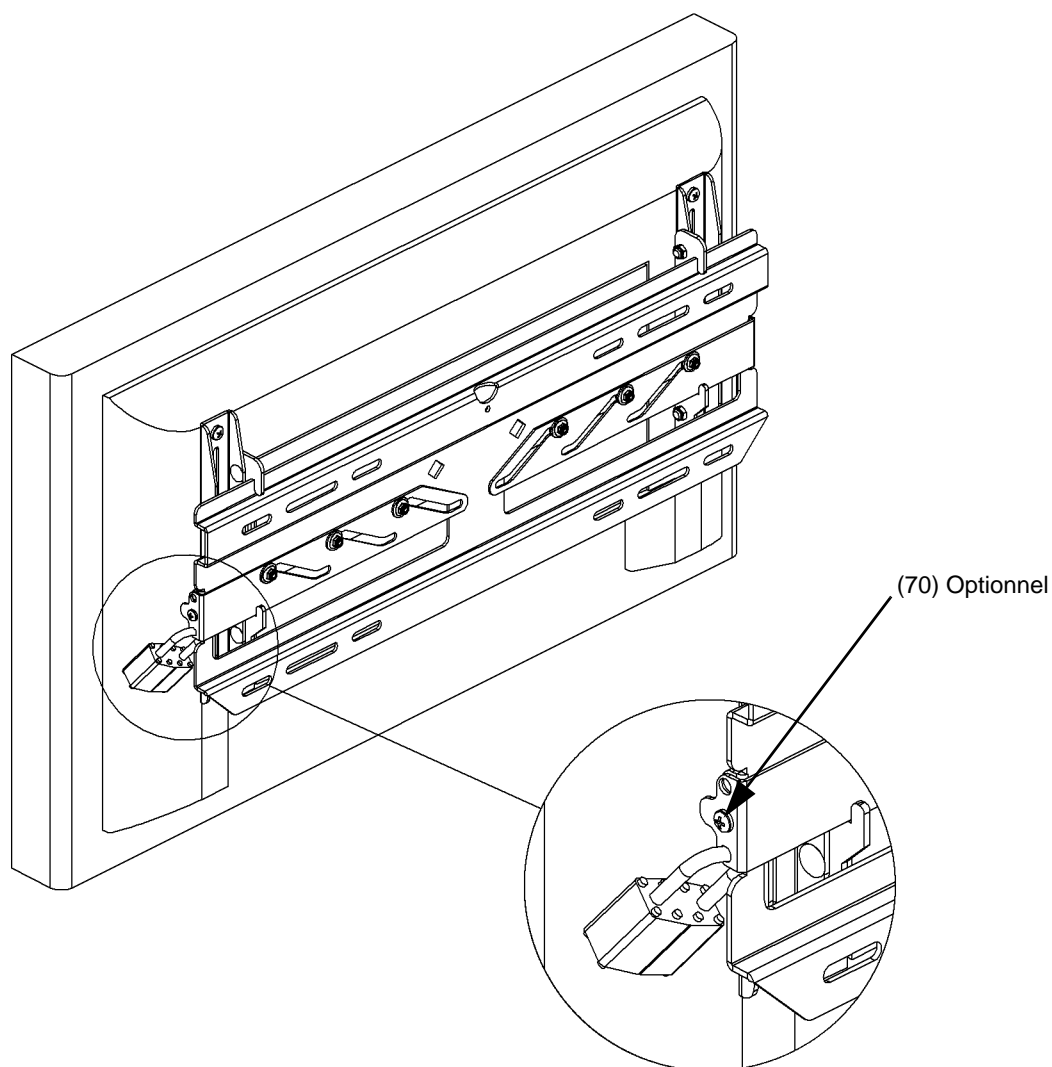

Figure 9. Sécuriser l'écran
1. Placez l'écran sur la plaque murale (10) en plaçant les crochets des supports (20 et 30) en haut de la plaque murale.
2. Sécurisez l'écran en glissant les loquets, de chaque côté, vers l'intérieur (voir figure 9).
3. Vous pouvez éventuellement installer des vis auto-taraudeuses (70) et/ou des cadenas (non fournis) pour optimiser la sécurité (voir figure 9).